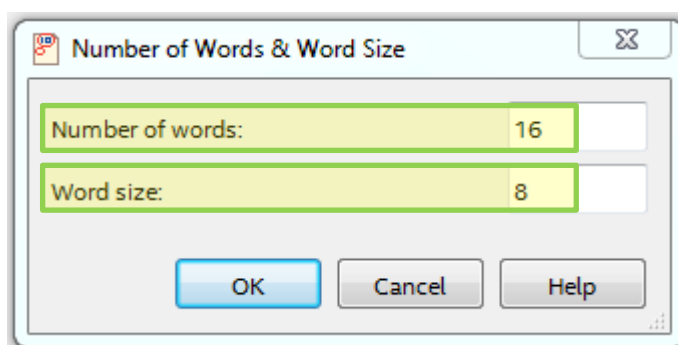
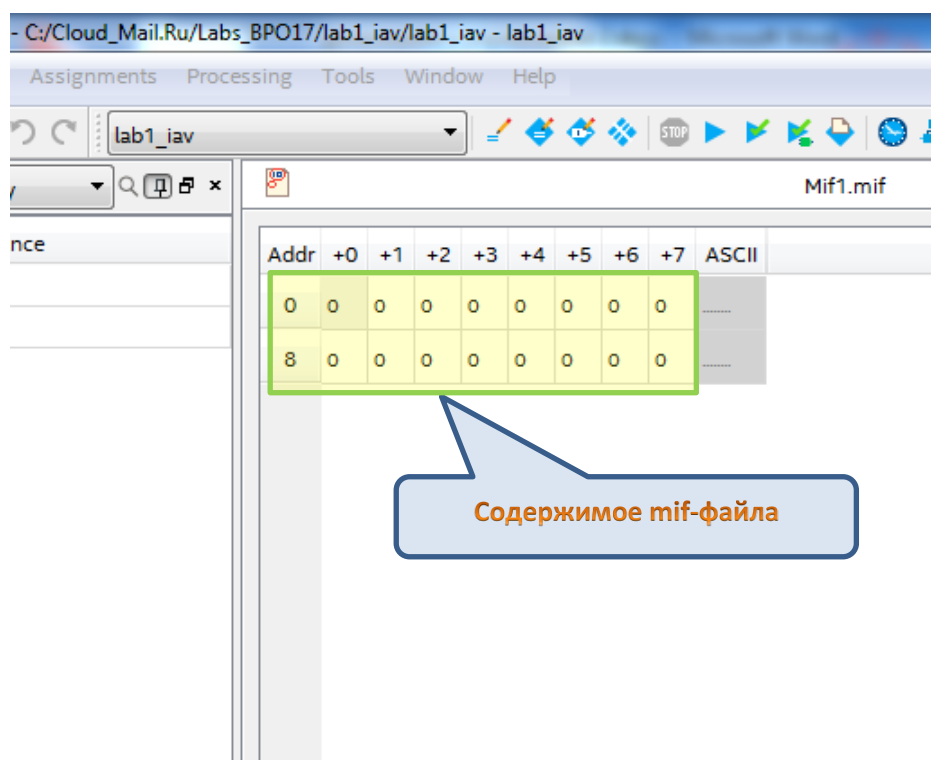

Рис. 5 Окно выбора параметров памяти
Рис. 6 Окно редактора памяти
- 2.3. В появившемся окошке **“Number of Words & Word Size”** задайте параметры памяти ROM, для которой создается файл инициализации (рис. 5). Далее «OK». Откроется окно редактора памяти (рис.6)